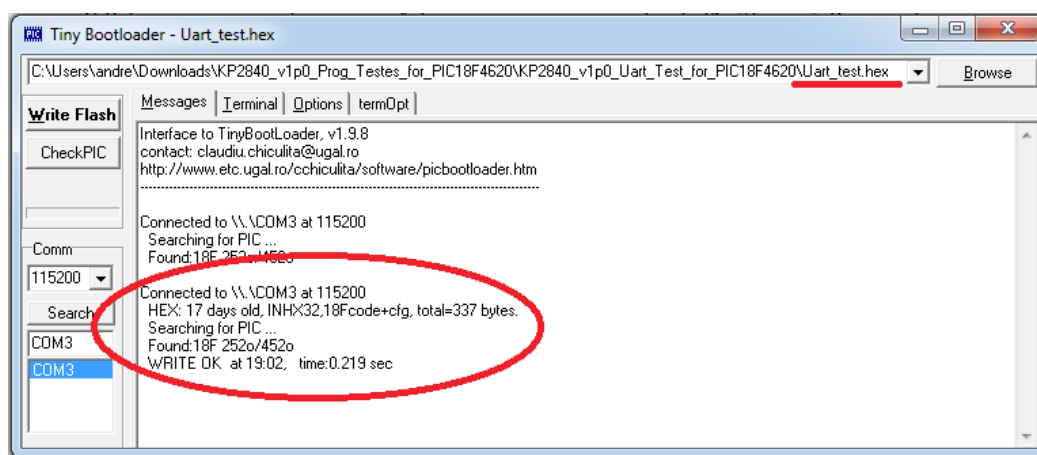

Figura 10: Arquivo UART_test.hex gravado corretamente no PIC.
1) Selecione o arquivo .hex que você deseja gravar pressionando o botão “Browse”. Como podemos observar na Figura 10, estamos selecionando o arquivo UART_test.hex, disponível em um pacote de exemplos na área de downloads do nosso site através do link de referência [3] dentro da pasta de exemplos do PIC18F4620 ou PIC18F26K20, ou outro que houver disponível, dependendo da versão da sua placa KP2840 e do microcontrolador conectado à ela.
2) Segure o botão de reset da placa KP2840 pressionado, e clique no botão “Write Flash”. Você verá uma barra de progressão diminuindo. Neste momento, solte o botão de reset da placa, e o programa Tiny Bootloader irá realizar a gravação. Após o término da gravação, será exibida a mensagem “WRITE OK”, conforme podemos ver na Figura 10.